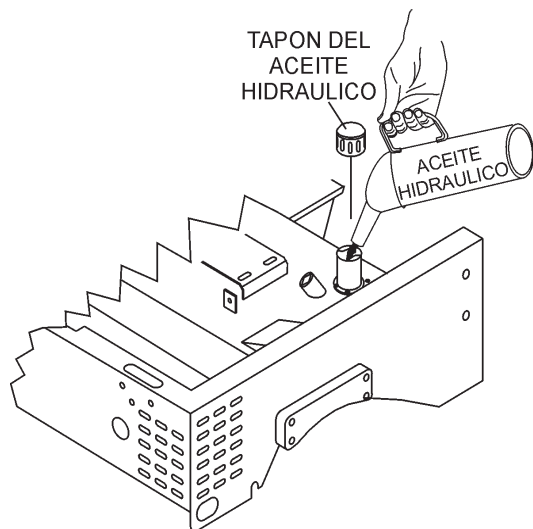

Figura 14. Entrada del llenado del depósito del aceite hidráulico
4. Si el nivel de aceite hidráulico esta bajo, retire el tapón del aceite (Figura 14) y llene con **el tipo de aceite hidráulico ISO 46 anti-desgaste** al nivel de operación recomendado.